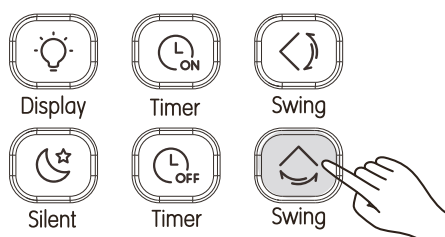

fig. 16
- Quando l'unità è accesa. Premere (vedi "fig. 16"). Avvia la funzione di oscillazione orizzontale, si accenderà e il segnale verrà inviato all'unità interna;